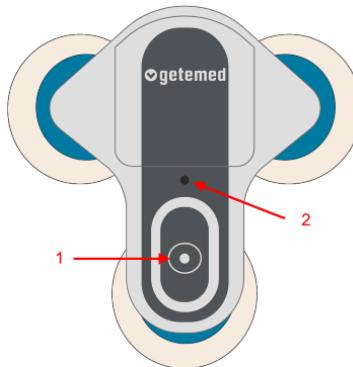

Abbildung 1 – Bedienelemente
Der Rekorder verfügt über eine Taste (1), eine LED-Statusanzeige (2) und einen Lautsprecher (Abbildung 1).